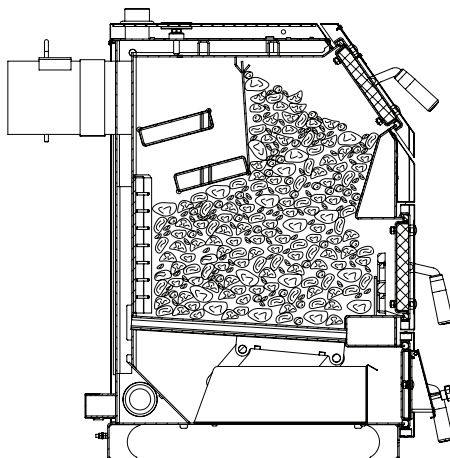

Рис.8 Заполнение котла топливом для режима длительного горения
- Заполните топку через загрузочную дверцу (Рис.1, поз.12). В режиме длительного горения (Рис.8) допускается наполнение топки топливом до нижнего края заслонки теплообменника (Рис.1, поз.27);